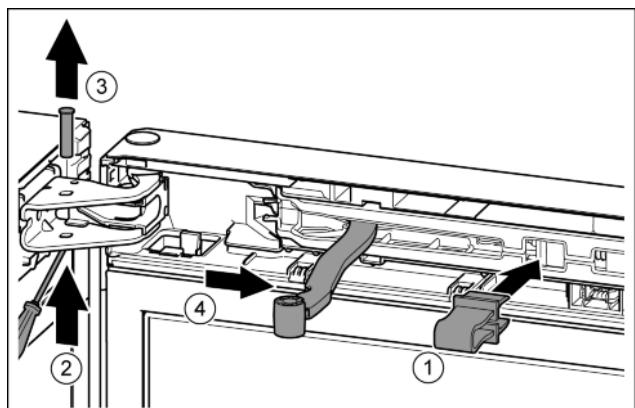

Fig. 8
- Зафіксуйте запобіжник в отворі. Fig. 8 (1)
- Виштовхніть палець за допомогою викрутки. Fig. 8 (2)
- Вийміть гвинт рухом нагору. Fig. 8 (3)
- Поверніть шарнір у напрямку дверцята. Fig. 8 (4)